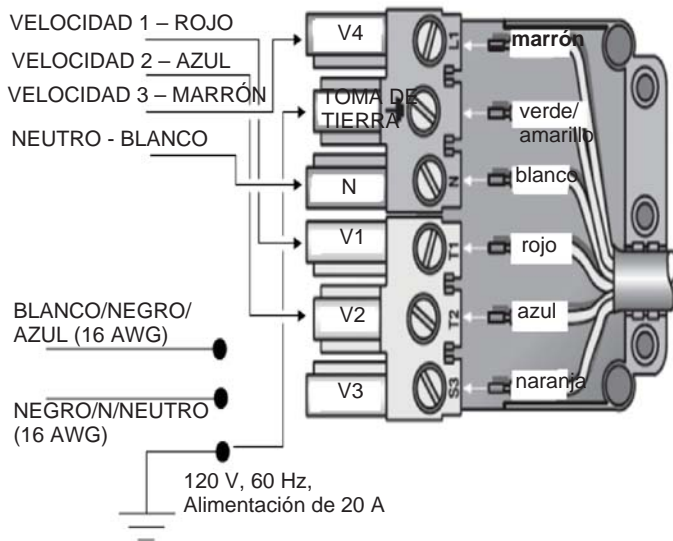

Figura 23: Cableado de la campana con un ventilador a distancia
4. Pase los cables negro, blanco y verde (núm. 12 AWG) por el tubo protector de una (1) pulgada (25,4 mm), de la fuente de alimentación eléctrica a la caja de conexiones.
8. Conecte el ventilador a distancia con los cables del conector en espiral, como se muestra en la Figura 23. Conecte el cable verde de toma de tierra al tornillo de toma de tierra de la caja de conexiones. Consulte las instrucciones de instalación del ventilador para obtener más detalles sobre el cableado.